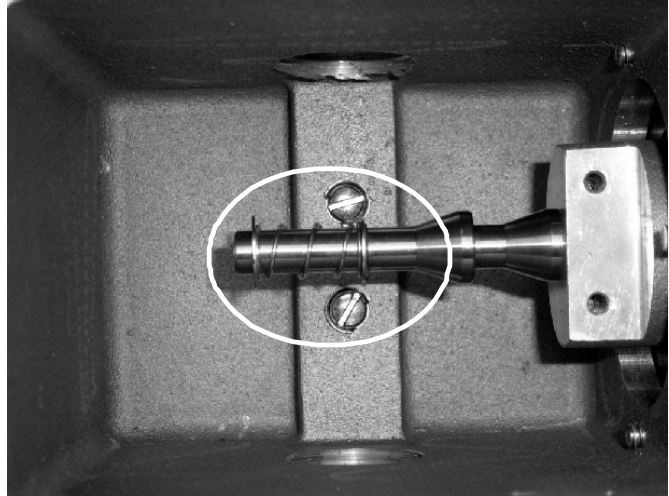

Figura 11: Conjunto del interruptor, retenedor de resorte, resorte con arandelas y tornillos de máquina con arandelas.
7. Coloque de nuevo los conectores tipo bandera en los terminales apropiados de los interruptores (consulte la Figura 11).